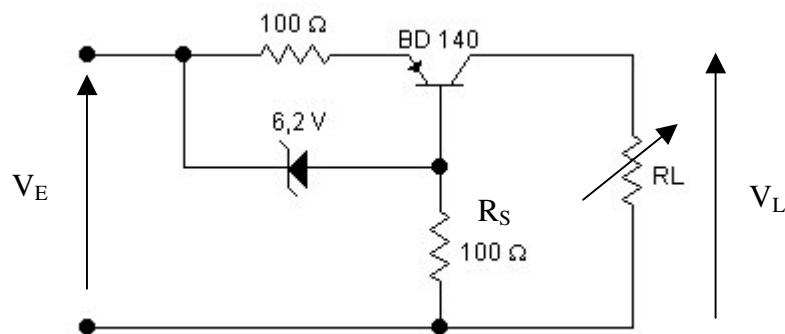

Figura 1 - Circuito da fonte de corrente.
1. Montar o circuito apresentado na figura 1 e medir a polarização. Utilizando a década como sendo a carga R_L , ajustar o seu valor para $50\ \Omega$. Preencher os valores solicitados na tabela I.